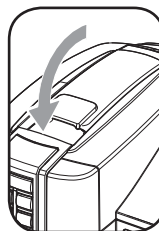

Fig.3
- 4- Abaissez le levier pour fermer le compartiment à capsule (fig.3).